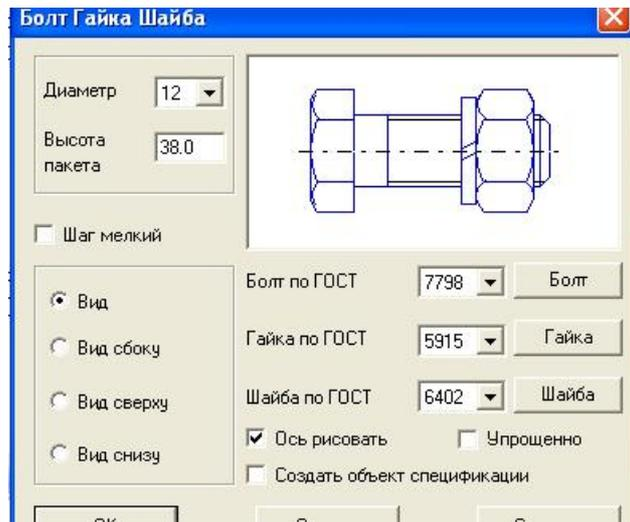

Рис. 4.11. Диалоговое окно **Болт Гайка Шайба**
4. Щелкнуть два раза по изображению соединения болтом. После этого появляется окно задания параметров болтового соединения. В окне необходимо задать необходимый диаметр резьбы и высоту пакета, т. е суммарную толщину двух соединяемых пластин (рис.4.11). В открывшемся окне соответствующим выбором кнопок **Болт**, **Гайка** и **Шайба**, можно задавать изображения различных болтов, гаек и шайб. Для этого нужно выбрать соответствующие стандарты. Можно также получать упрощенное или конструктивное изображение и различные виды соединения.